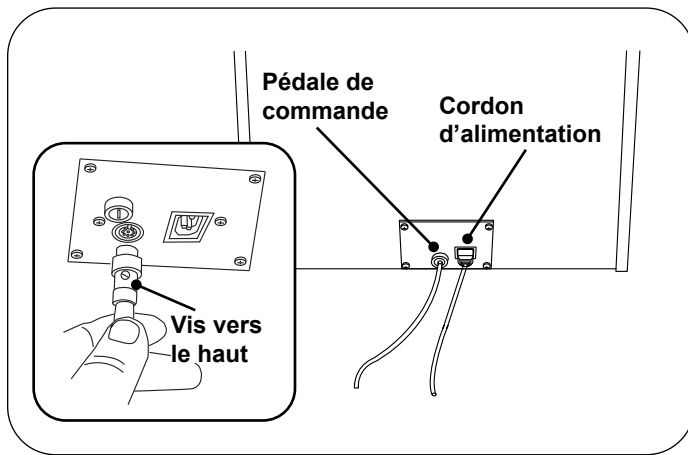

Figure 26. Branchement du cordon d'alimentation et de la pédale de commande
2. Brancher la fiche femelle du cordon d'alimentation dans la prise de la table (Figure 26). Veiller à enfoncer complètement la fiche.
1. Brancher la fiche mâle de la pédale de commande dans la prise de la table (Figure 26). Veiller à orienter les broches dans le bon sens et à enfoncer complètement la fiche.